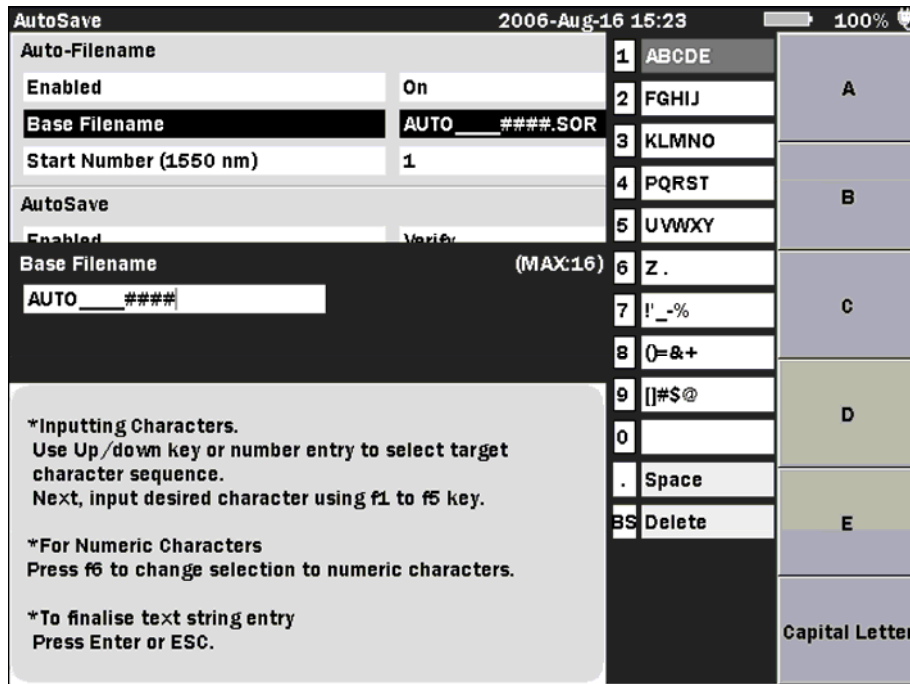

图4-6：基本文件名画面
- 1、选中基本文件名设置（设置画面见图4-6：基本文件名画面），下划线字符“\_”表示波长，可以设置4位波长ID，表示测量波长。